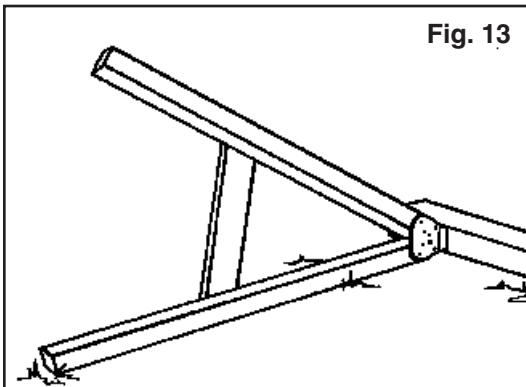
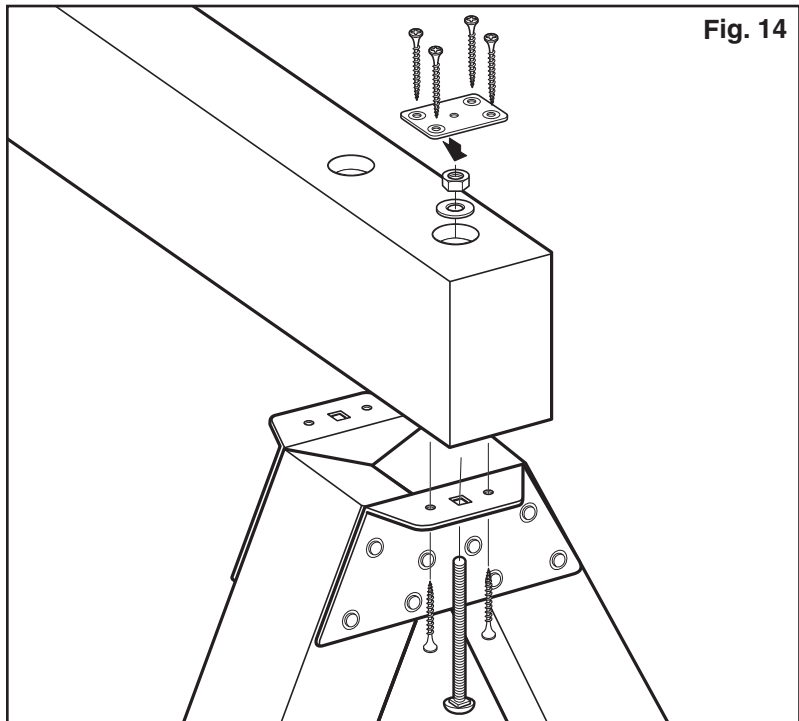

Fig. 13
Fig. 14
1. Place the beam on the ground and align A-frame brackets with the corresponding holes of the beam (Fig.13). Insert a 5-1/2" carriage bolt through the hole of the bracket and through the beam. **NOTE:** It may be necessary to force the carriage bolt through the beam with the aid of a hammer. Secure using a washer and loc nut. Secure brackets using one 2-1/2" screw on each side of the carriage bolt (Fig. 14). Center the beam covers over the counterbored holes and attach using four 2-1/2" screws as shown.
2. With the help of others, place the beam on the A-frames of the deck assembly. Align the brackets with the holes in the beam. Insert a 5-1/2" carriage bolt through the hole of the bracket and through the beam. Secure using a washer and loc nut. Secure brackets using one 2-1/2" screw on each side of the carriage bolt (Fig. 14). Center the beam covers over the counterbored holes and attach using four 2-1/2" screws as shown.
1. Ponga la viga en el suelo y alinee los soportes del armazón "A" con los huecos correspondientes en la viga (Fig. 13). Inserte un perno de carro de 5-1/2" a través del hueco del soporte y a través de la viga. **NOTE:** Es posible que sea necesario forzar el perno de carro a través de la viga con la ayuda de un martillo. Asegure usando una arandela y tuerca de traba. Sujete los soportes usando un tornillo de 2-1/2" a cada lado del perno de carro (Fig. 14). Centre las tapas de la viga sobre los huecos contra taladrados y sujételos usando cuatro tornillos de 2-1/2" como se muestra.
2. Con la ayuda de otros, ponga la viga sobre los armazones tipo "A" del ensamblaje de la plataforma. Alinee los soportes con los huecos en la viga. Inserte un perno de carro de 5-1/2" a través del hueco al soporte y a través de la viga. Sujete usando una arandela y tuerca de traba. Sujete los soportes usando un tornillo de 2-1/2" en cada lado del perno de carro (Fig. 14). Centre las tapas de la viga sobre los huecos contra taladrados y sujételos usando cuatro tornillos de 2-1/2" como se muestra.
1. Poser la poutre au sol et aligner les supports des structures en A avec les trous pratiqués dans la poutre (Fig. 13). Installer un boulon de carrosserie de 5 1/2 po dans chacun des trous à partir des supports jusque dans la poutre. **NOTA :** Il peut être nécessaire d'utiliser un marteau pour insérer les boulons à travers la poutre. Fixer les boulons au moyen de rondelles et d'écrous de blocage. Fixer solidement les supports en insérant une vis de 2 1/2 po de chaque côté du boulon de carrosserie (Fig. 14). Centrer les capuchons de protection sur les trous contre-percés et les fixer avec quatre vis de 2 1/2 po comme le montre la figure.
2. Avec l'aide d'autres personnes, placer la poutre sur les structures en A de la plate-forme. Aligner les supports avec les trous pratiqués dans la poutre. Installer un boulon de carrosserie de 5 1/2 po dans chacun des trous à partir des supports jusque dans la poutre. Fixer les boulons au moyen de rondelles et d'écrous de blocage. Fixer solidement les supports en insérant une vis de 2 1/2 po de chaque côté du boulon de carrosserie (Fig. 14). Centrer les capuchons de protection sur les trous contre-percés et les fixer avec quatre vis de 2 1/2 po comme le montre la figure.